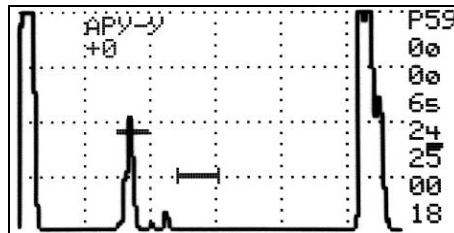

Рисунок 88 – Настройка АРУ.
6.4.1.4 Для входа в режим установки АРУ нажать клавишу «7». На экране появится строка «**АРУ-У**» и дополнительный строб (см. рисунок 88). Управление стробом АРУ такое же, как и обычным стробом.